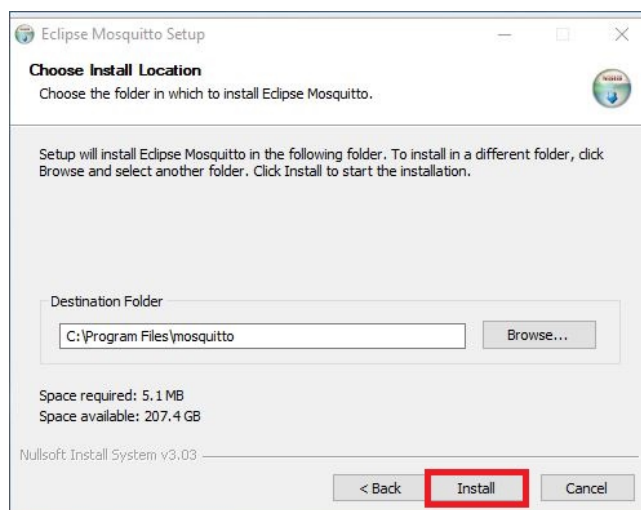

Figura 4.28: Lancio installazione Fast Mode
18. Cliccare su "Install" per lanciare l'installazione, figura 4.28.